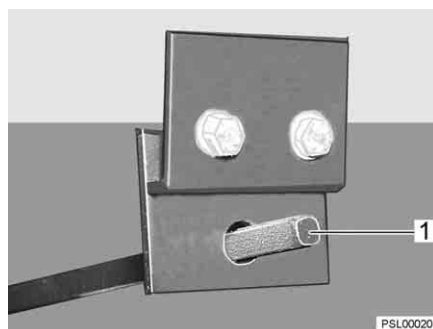

Bild 64 Bedienung für Abwasserhahn
- Schlüssel auf Vierkant (Bild 64,1) stecken.